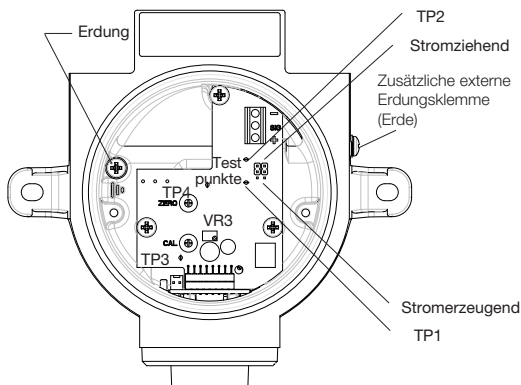

Abbildung 14: **Xgard** Typ 6, FBG-Anordnung
Alle Anschlüsse werden über die Klemmschrauben an der FBG im Anschlusskasten vorgenommen. Die Anschlusspunkte sind mit '+', 'sig' und '-' gekennzeichnet, und beim Anschluss des Detektors an eine Kontrolleinheit ist auf die korrekte Polarität zu achten. **Xgard Typ 6** ist ab Werk als stromziehendes Gerät ausgelegt, sofern bei der Bestellung nicht anderweitig angegeben. Um das Gerät auf stromerzeugend umzustellen, Anschlusskasten öffnen und die beiden Steckverbindungen an der Verstärker-FBG von "stromziehend" auf "stromführend" umstellen, wie in Abbildung 14 dargestellt.
Hinweis: Das interne Erdungsterminal (siehe Abbildung 14) soll als Erdungsmittel für den **Xgard**-Gasdetektor verwendet werden. Das externe Erdungsterminal (siehe Abbildung 14) ist nur ein zusätzlicher Verbindungsanschluss, und ist nur dort zu verwenden, wo die örtlichen Behörden eine solche Verbindung erlauben bzw. vorschreiben. Um die Radiofrequenz-Schnittstelle zu beschränken, sollten der Anschlusskasten und die Kabelbewehrung an der Kontrolleinheit geerdet werden. Es ist dafür Sorge zu tragen, dass die Erdableitung nur in einem sicheren Bereich vorgenommen wird, um Erdfehlerschleifen zu vermeiden.
5. Bevor mit der Kalibrierung des Detektors begonnen werden kann, muss der thermische Leitfähigkeitssensor abgeglichen werden. Hierzu Deckel der FBG entfernen und digitales Voltmeter (DVM) an die mit 'TP3' und 'TP4' markierten Testpunkte an der Verstärker-FBG anschließen, wie in Abbildung 14 dargestellt. Das DVM ist auf den Gleichstrom-mV-Bereich einzustellen.
6. DVM erneut an die mit 'TP1' und 'TP2' gekennzeichneten Testpunkten an der Verstärker-FBG anschließen, wie in Abbildung 14 dargestellt.